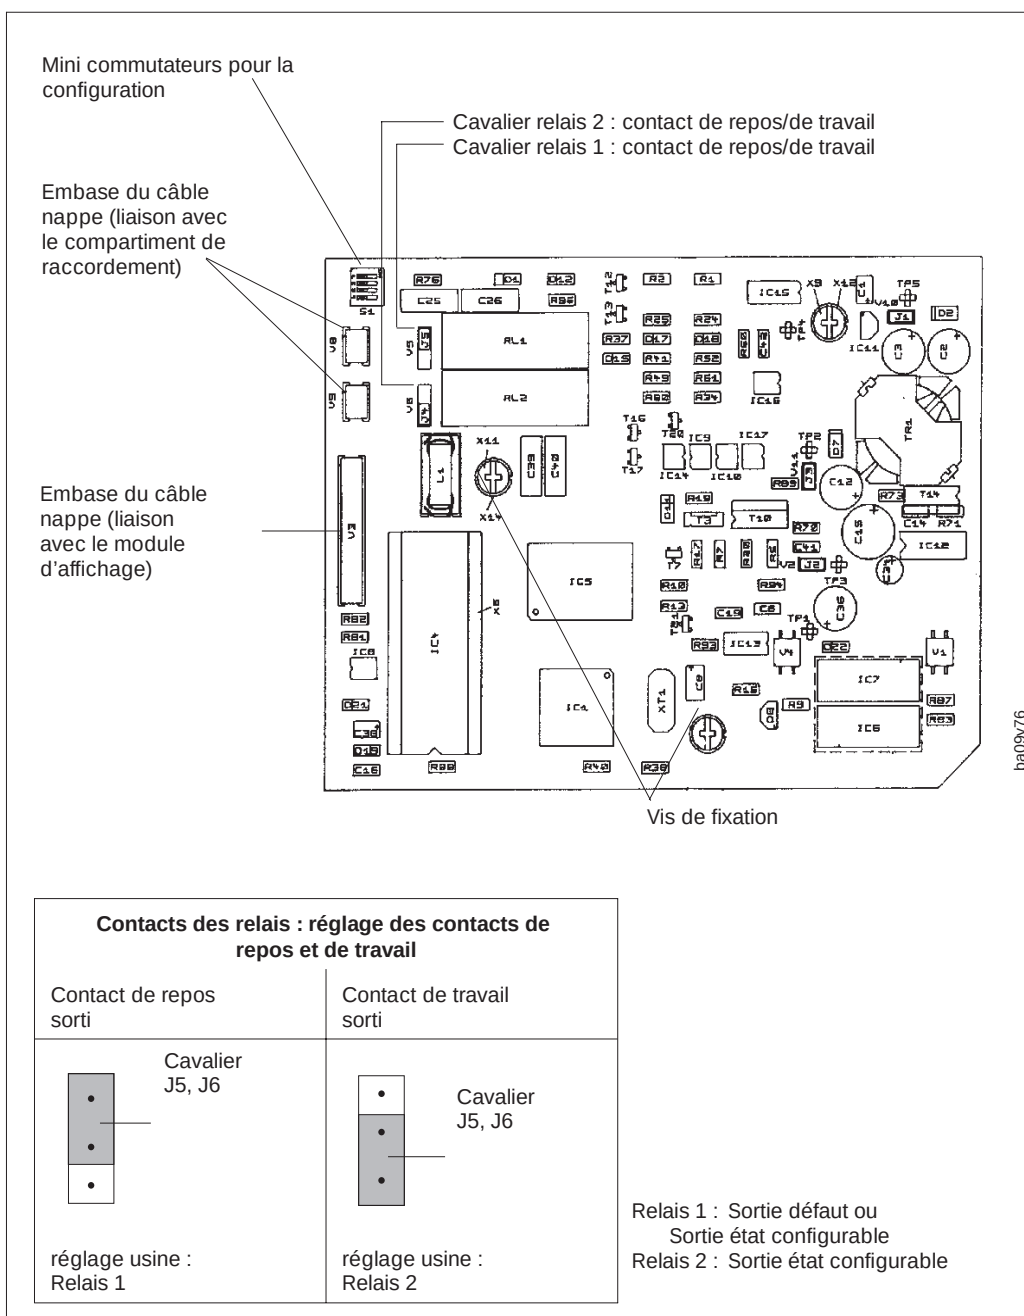

Fig. 50
5. Débrocher la platine du câble signal (fig. 50 : V5) (ainsi que module DAT) de la platine d'amplification